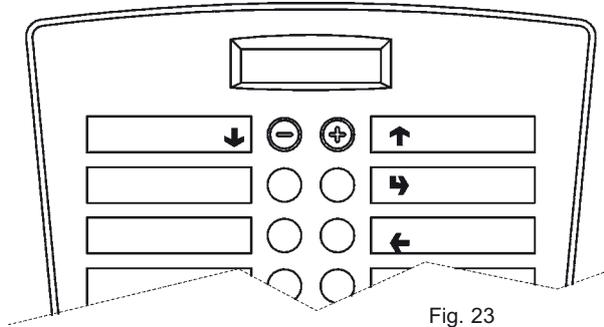

Fig. 23
- Botonera externa de selección directa que, en modalidad "Cargador" y "Técnico", asumen las siguientes funciones (ver la fig. 23):